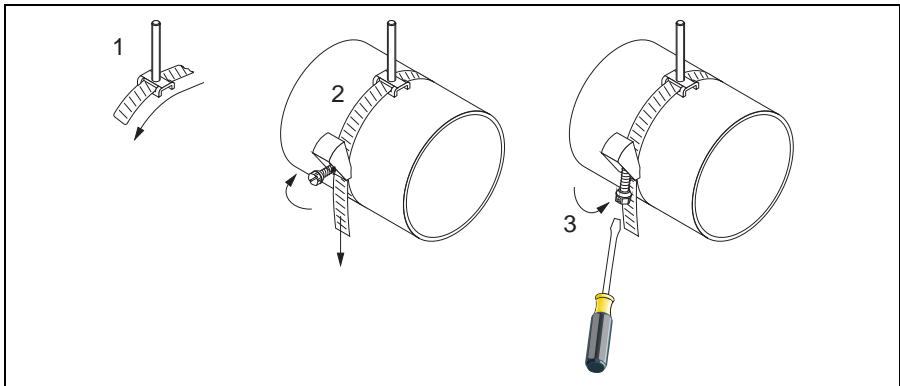

图 8: 预装捆绑带: 管道直径 $DN \leq 200$ (8")
- 安装距离 (传感器间距) 已知 → 图8。
- 安装间距 (传感器间距和线长) 已知 → 图 8。